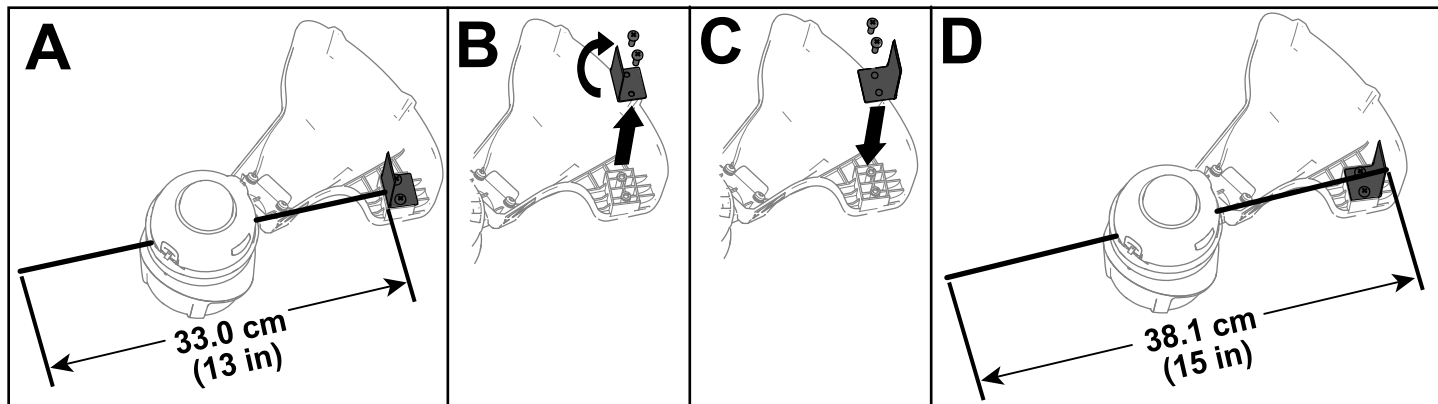

Figure 14
La débroussailleuse est réglée à l'usine pour offrir une largeur de coupe de 33 cm (13 po), comme montré en A de la Figure 14. Reportez-vous aux instructions suivantes pour régler la largeur de coupe à 38 cm (15 po), comme montré en D de la Figure 14.
1. Déposez l'équerre de réglage au fond du déflecteur en retirant les 2 vis de fixation à l'aide de la clé Allen fournie (B de la Figure 14) et tournez l'équerre de 180°.
2. Remettez ensuite les 2 vis retirées précédemment (C de la Figure 14).